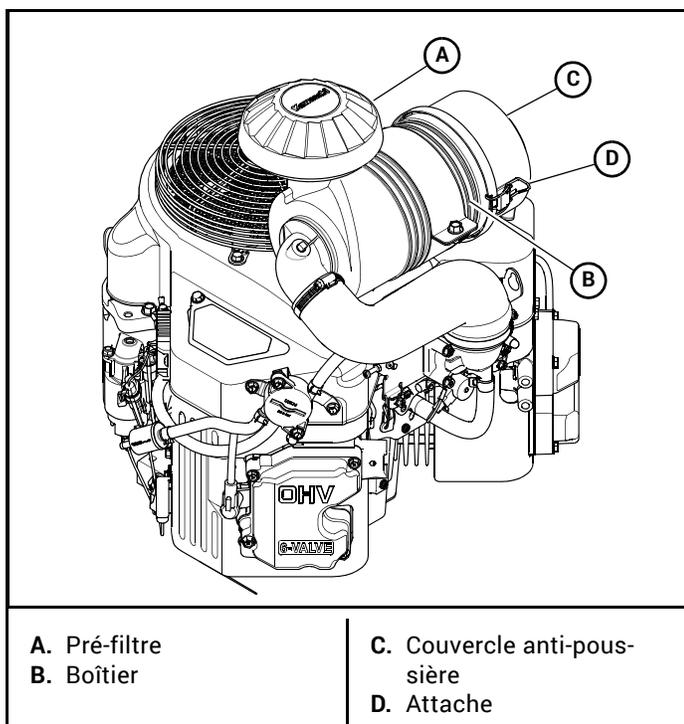
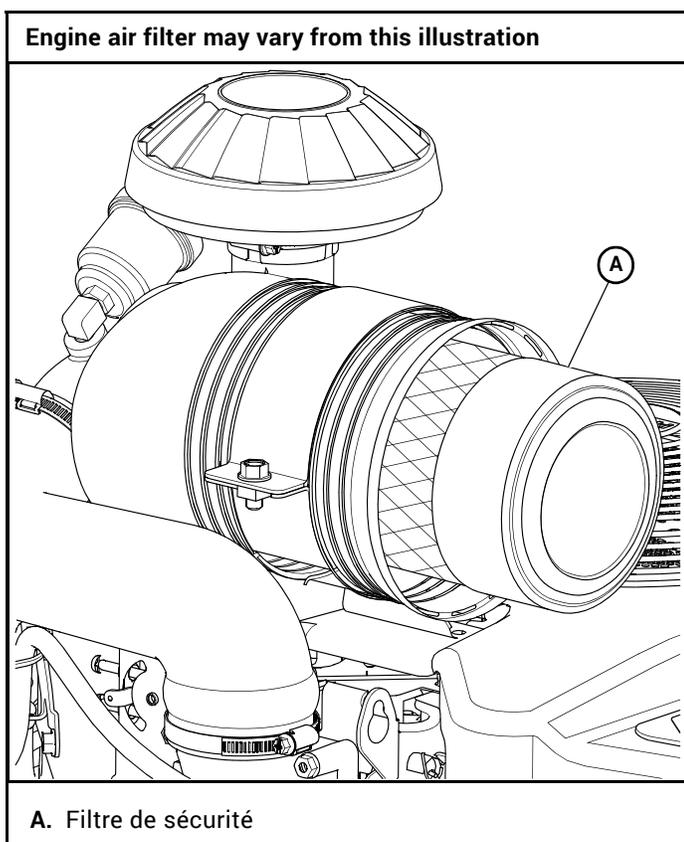

Figure 4-9
Figure 4-10
Un filtre sec spécialement conçu est installé en série sur ces tondeuses et assure au moteur une alimentation en air de combustion propre. Figure 4-9 et Figure 4-10
Ces tondeuses sont équipées d'un filtre de sécurité. L'élément de filtre se glisse par dessus le filtre de sécurité. Figure 4-10
3. Réinstaller le collecteur de poussière. S'assurer qu'il fait joint hermétique tout autour du corps du filtre à air, puis serrer les attaches. Figure 4-9 et Figure 4-10